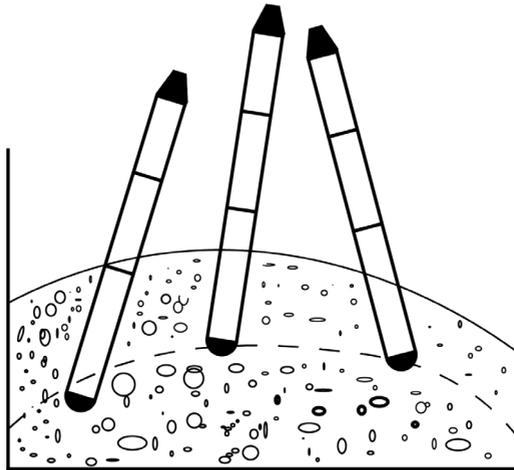

Figura 5
- No utilice la botella vibradora para transportar el hormigón. Dado que el vibrador de hormigón no es un "transportador de hormigón", la figura 5 muestra cómo no debe hacerse.